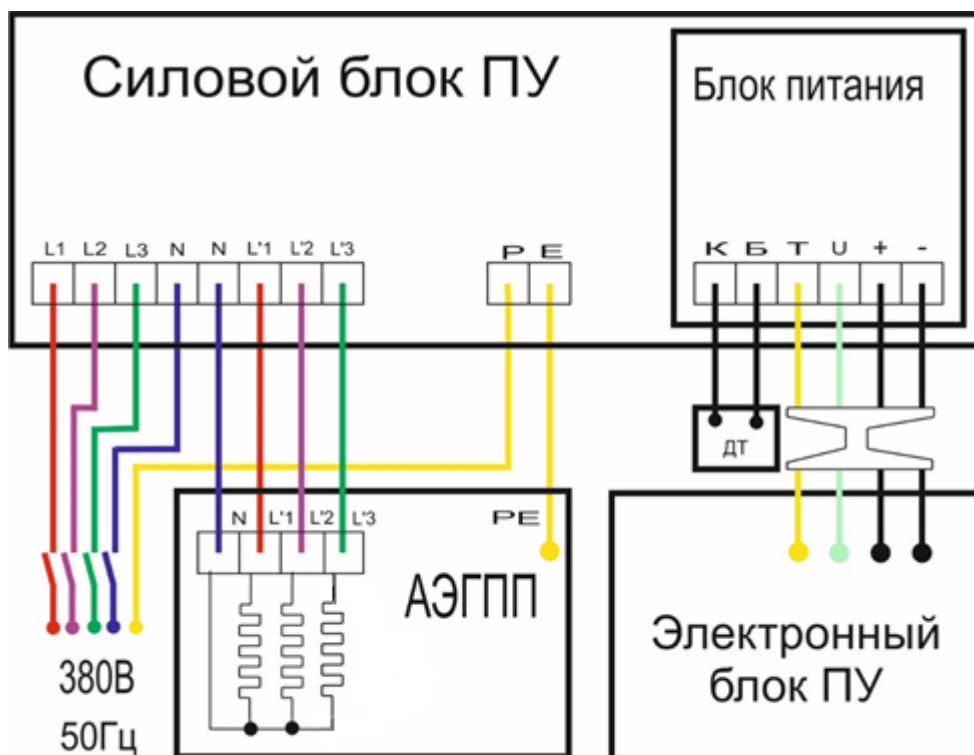

Рис.2 Электромонтажная схема подключения ЭГПП 9-12-15-18 кВт
2.2.5 Выполнить подключения электрических кабелей в соответствии с Руководством по эксплуатации ПУ. Электромонтажная схема подключения представлена на рис.2.